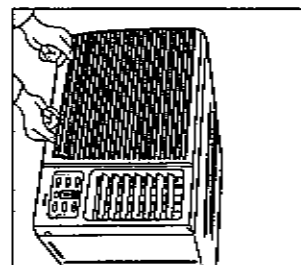

Fig. 1a
- Appuyez sur les alvéoles marquées « APPUYER » sur les coins du bas de la grille frontale pour que le filtre à air se libère (saute). Fig. 1a